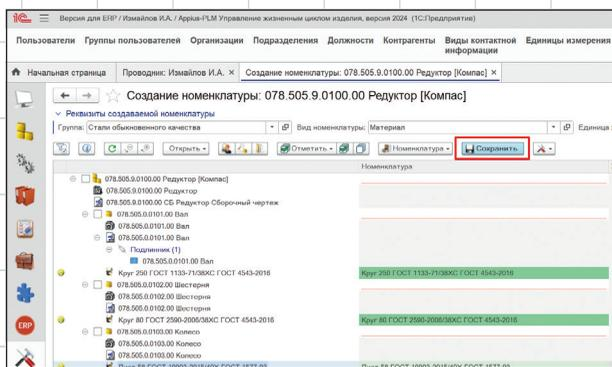

Рис. 12
- созданные номенклатуры после сохранения будут «связаны» с элементами (рис. 12).